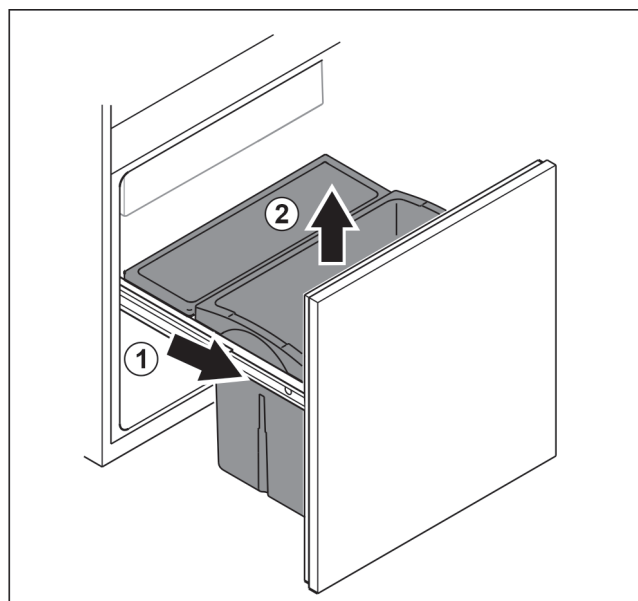

Fig. 30
- ▶ Vysouvací vozík úplně vytáhněte Fig. 30 (1).
- ▶ Zásuvku odeberte směrem nahoru Fig. 30 (2).